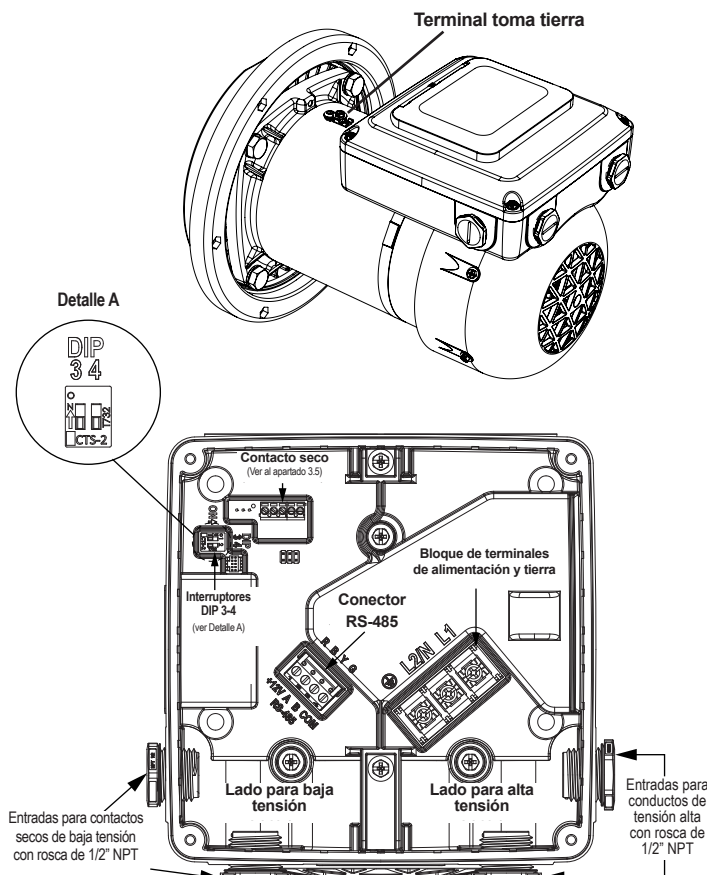

Figura 3 - Diagrama de conexión
- El lado para baja tensión tiene dos puertos de conducto NPT de 1/2" (con rosca). (Ver Figura 3).